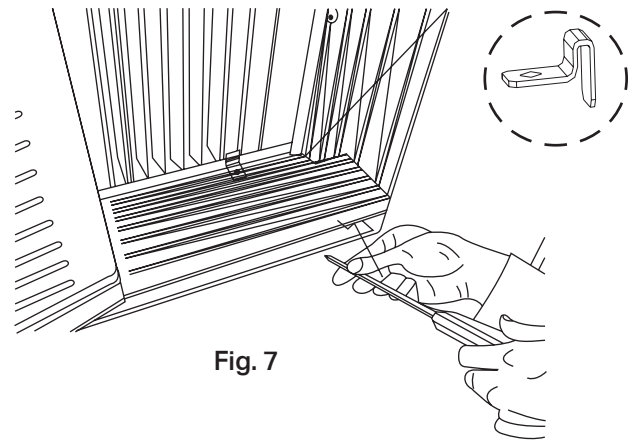

Fig. 7
- A. Placer le verrou du cadre entre les extensions du cadre et le rebord de la fenêtre, comme indiqué sur la **Fig. 7**. Enfoncez des vis de verrouillage de 3/4 po (19 mm) ou 1/2 po (12,7 mm) à travers le verrou du cadre et dans le rebord.